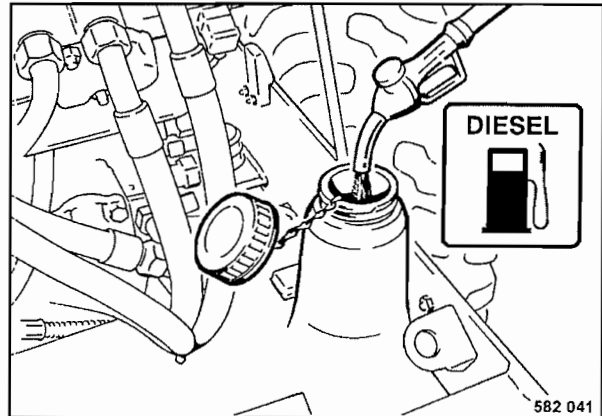

Fig. 58
- Abrir el tapón (Fig. 58) del depósito de combustible.